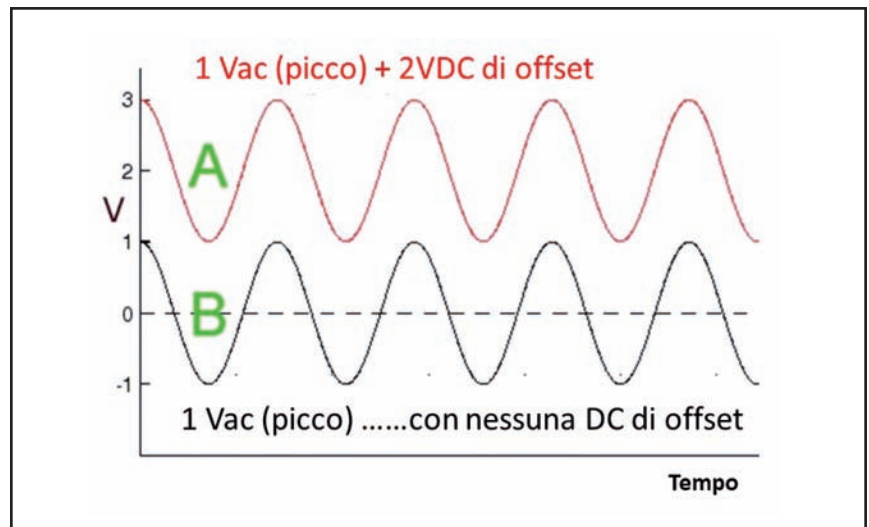

Fig. 3 - Accoppiamento di ingresso CC e CA.
- **Accoppiamento: CC e CA:** la misura può essere impostata su CC o CA, l'accoppiamento CC mostra sia la tensione alternata che la tensione continua del segnale di ingresso. L'accoppiamento CA blocca la componente continua di un segnale in modo da vedere la forma d'onda centrata intorno a zero volt. La Fig. 3 illustra questa differenza. L'impostazione dell'accoppiamento CA è utile quando l'intero segnale (tensione alternata più tensione